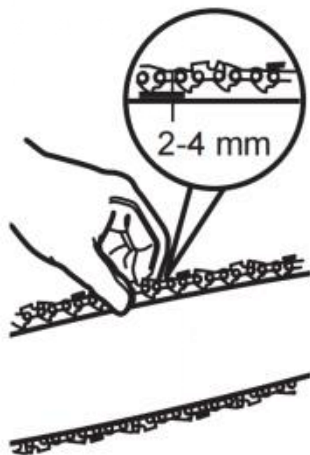

Fig. 15
1) Compruebe la tensión de la cadena usando una mano para levantar la cadena de la sierra (C12) contra el peso del producto. La tensión correcta de la cadena se consigue cuando la cadena de sierra se puede levantar aprox. 2 - 4 mm de la barra guía (C13) en el centro (Fig. 15).